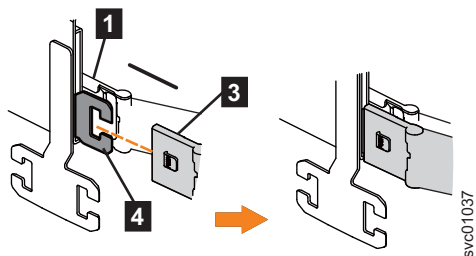

图 75. 将上部 CMA 的内部连接器安装到支撑导轨的内部构件上
3. 将上部 CMA 组合件的内部连接器 (**3**) 安装到左侧支撑导轨的内部构件 (**4**) 上, 如第 79 页的图 75 中所示。